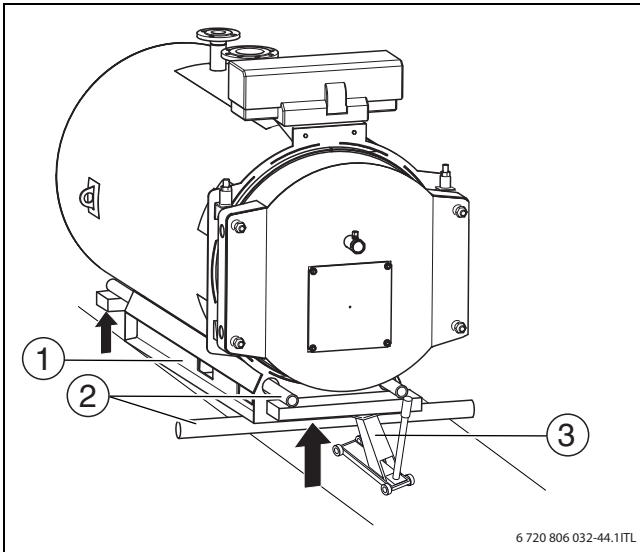

Рис. 11 Перемещение котла перекачиванием на трубах
- ▶ Уложите трубы (→ рис. 11, [2]).